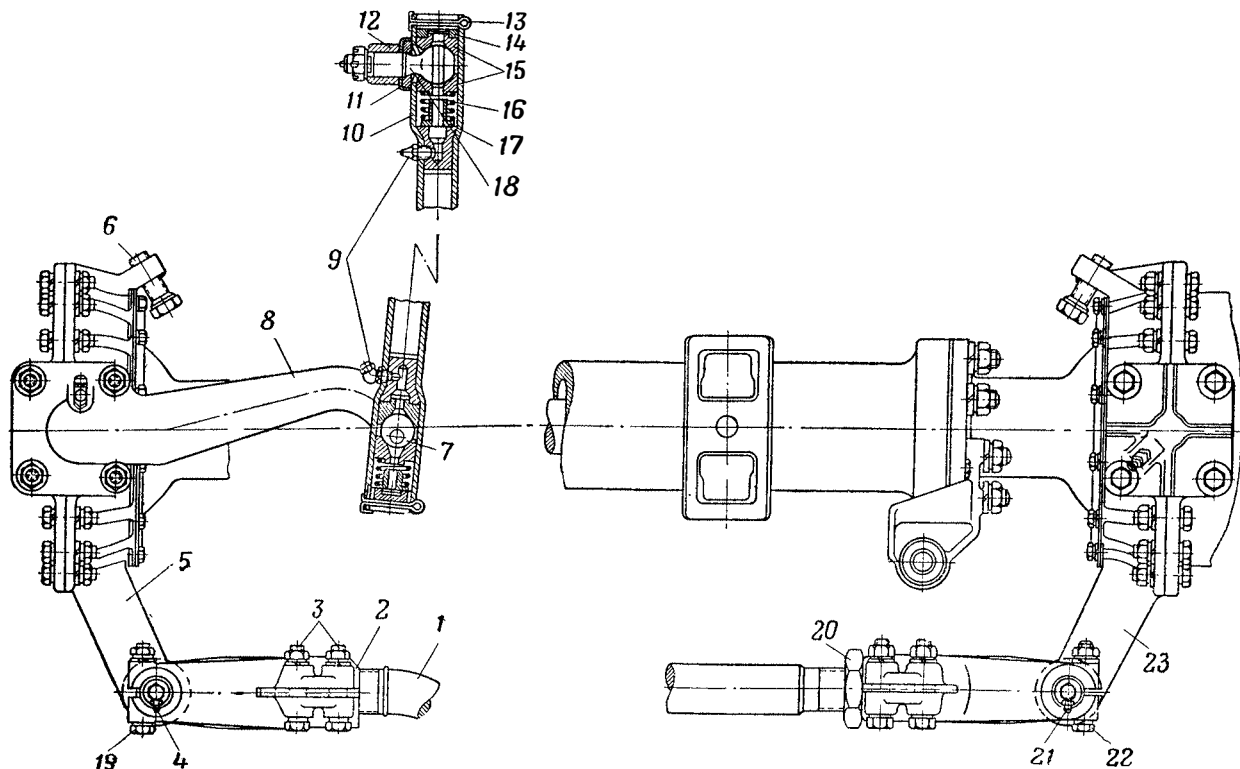

Рис. 10. Рулевой привод:
5. Расшплинтовать и вывернуть пробку 14 (рис. 10), вынуть из продольной рулевой тяги 10 сухарь и отсоединить тягу от шарового пальца 18 рулевой второй сошки 12. Снять второй сухарь 15, пружину 16 и ограничитель 17.
9. Смазать сухари 15 (рис. 10) и шаровой палец 18 смазкой УС.
1. Расшплинтовать и вывернуть пробку 14 (рис. 10), вынуть сухарь 15 и отсоединить продольную рулевую тягу 10 от шарового пальца 18 рулевой сошки 12. Снять второй сухарь 15, пружину 16 и ограничитель 17. Снять с шарового пальца защитную накладку 11 и обойму.
1. Установить на рычаг 5 (рис. 10) резиновые уплотнительные кольца. Присоединить поперечную рулевую тягу 1 к рычагу 5, смазать соединительный палец смазкой УС и запрессовать в совмещенные отверстия тяги и рычага палец. Закрепить палец болтами 19 с гайками и пружинными шайбами. Ввернуть масленку 4.
1. Расшплинтовать пробку 14 (рис. 10) одного из шарниров.
1. Вывернуть масленку 4 (рис. 10), отвернуть гайки стяжных болтов 19 и вынуть болты. Вынуть соединительный палец левого